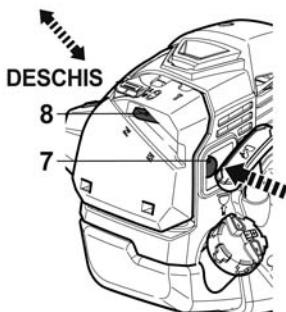

Fig. 21
- > Puneți şocul [8] pe poziția **ÎNCHIS**  și apăsați butonul de amorsare [7] până când se vede combustibilul (Fig. 21).